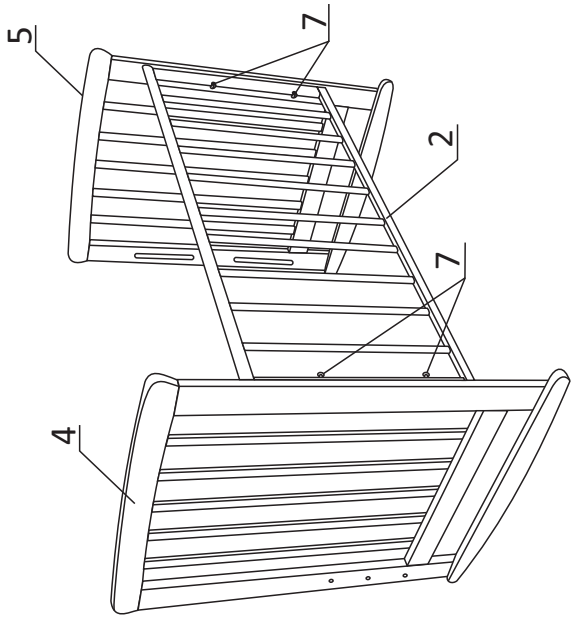

Рисунок 1.
2. **Сборка заднего ограждения.** Собрать заднее боковое ограждение (2) со спинками (4 и 5) на 4 винта (9) (рисунок 1.)